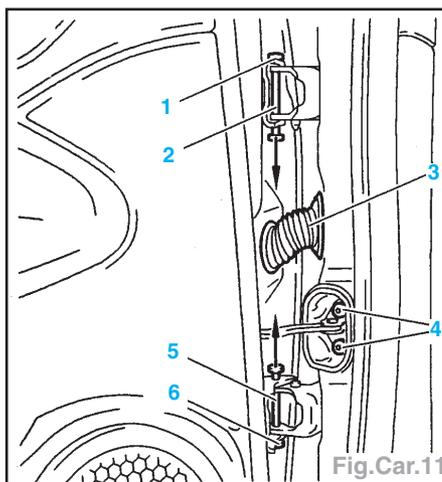

Fig.Car.11
- Déposer les vis (4) (Fig.Car.11).
- Déclipper et débrancher le faisceau (3).
- l'agrafe (1),
- l'agrafe (6),
- les axes de charnières (2) et (5) à l'aide de l'outil référencé Citroën (8602-T),
- (32) étrier
- (45) jonc d'arrêt
- (46) ensemble barillet standard à double combinaison
- (47) tourillon